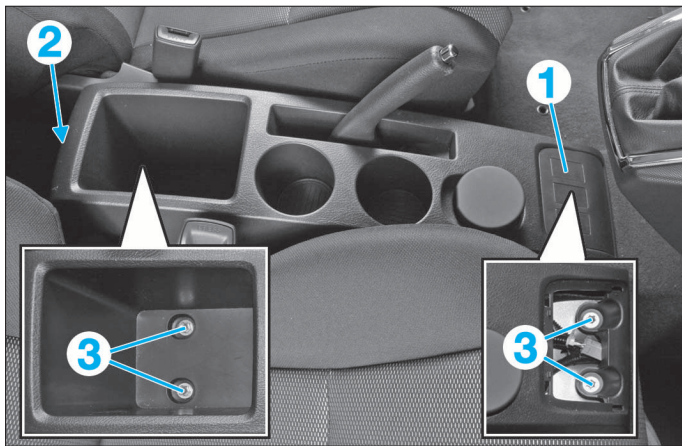

FIG. 35
- Dégrafer les panneaux (1 et 2) et débrancher les connecteurs si il y en a (fig. 35).
- Déposer les 4 vis (3).